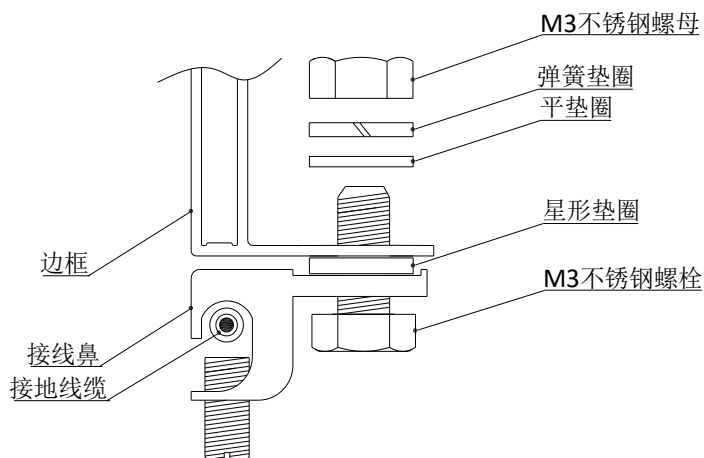

图 11
- 首先将接地电缆头剥线合适的长度，剥线过程中注意不要损伤金属线芯并将剥过线的接地电缆线头插入接线鼻的插口内，再将紧固螺钉拧紧。按照图 11 所示使用不锈钢螺栓和连接件将接线鼻连接到铝边框上。M3 螺栓推荐拧紧的力矩是 2.3N·m。